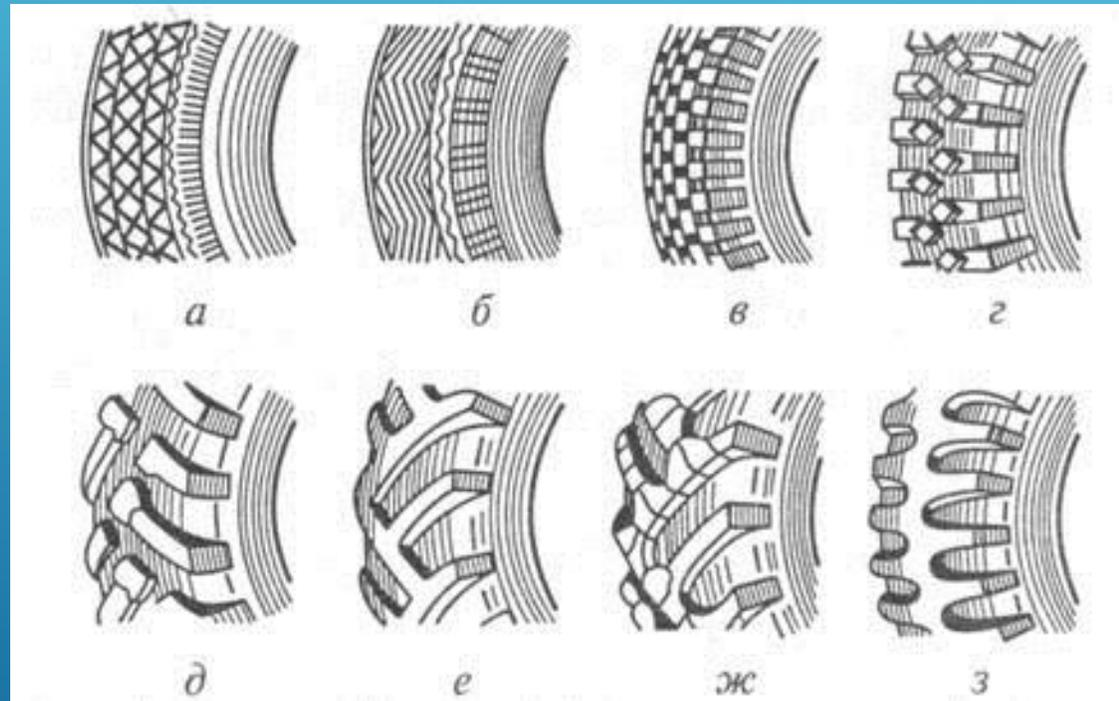

Рис. 3.10. Рисунки протектора шин:
**Рисунок протектора шины (рис. 3.10).** Дорожный рисунок протектора обеспечивает наибольший коэффициент сцепления на дорогах с твердым покрытием, универсальный — на дорогах смешанного типа, а рисунок протектора повышенной проходимости — в тяжелых дорожных условиях и по бездорожью. По мере изнашивания рисунка протектора значение коэффициента сцепления уменьшается.